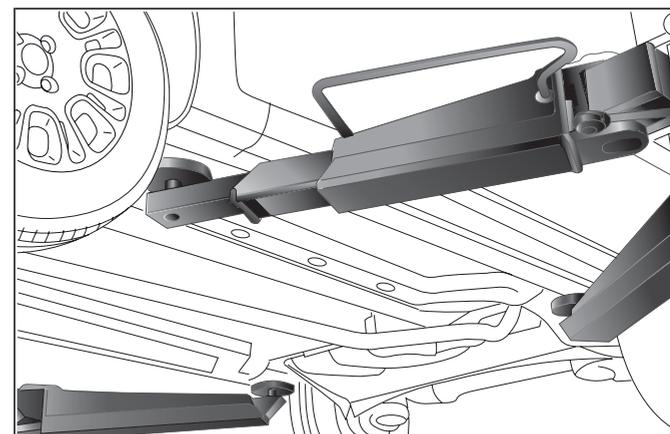

fig. 147
*Le véhicule ne doit être soulevé que latéralement en disposant l'extrémité des bras ou le pont d'atelier dans les zones représentées fig. 147.*